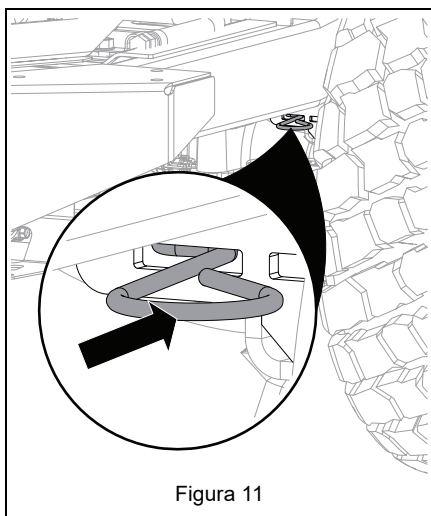

Figura 11
11. Empuje las palancas bypass para meter los transejes. Consulte Figura 11.